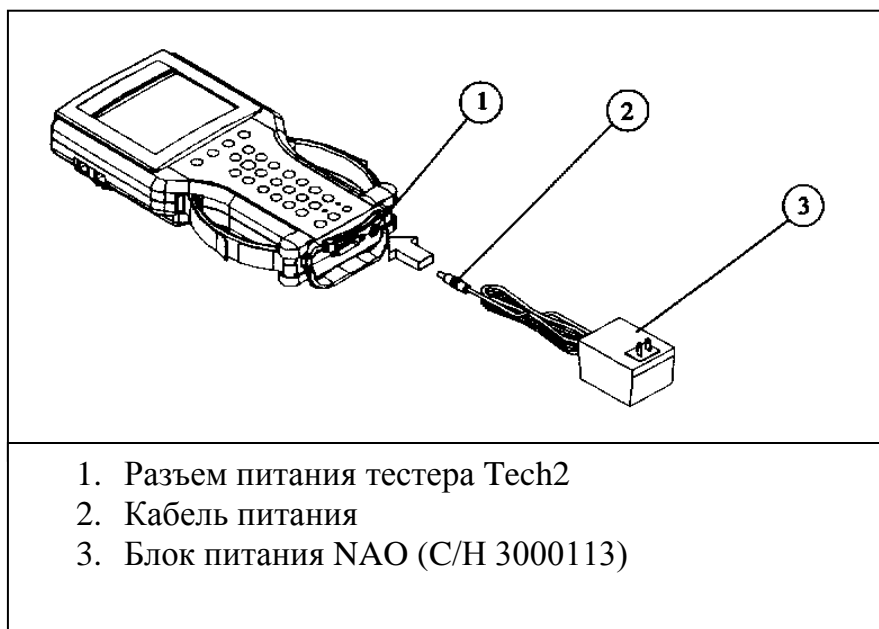

Рис. 3-25
- Тщательно закрепите кабель питания к разъему питания кабеля DLC (Рис.4-1) или к разъему питания расположенному на тестере Tech-2 (Рис.3-25).